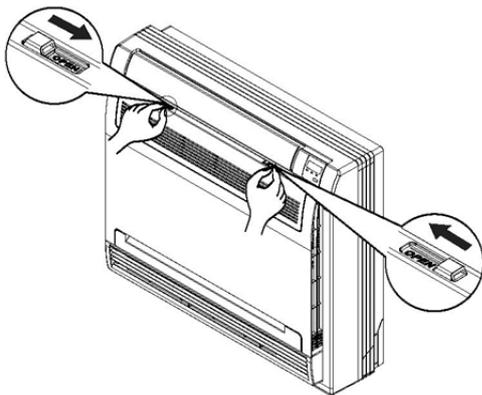

Abb. F1
- 1 Öffnen Sie die Frontplatte. (Siehe Abb. F1)